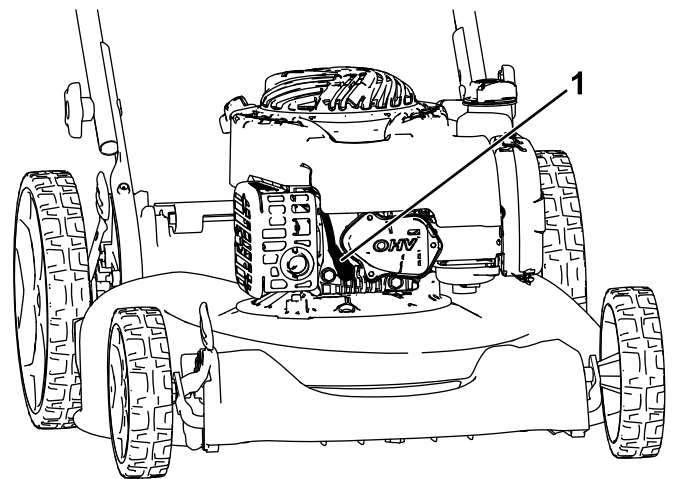

Figura 15
2. Desconecte el cable de la bujía (Figura 15).